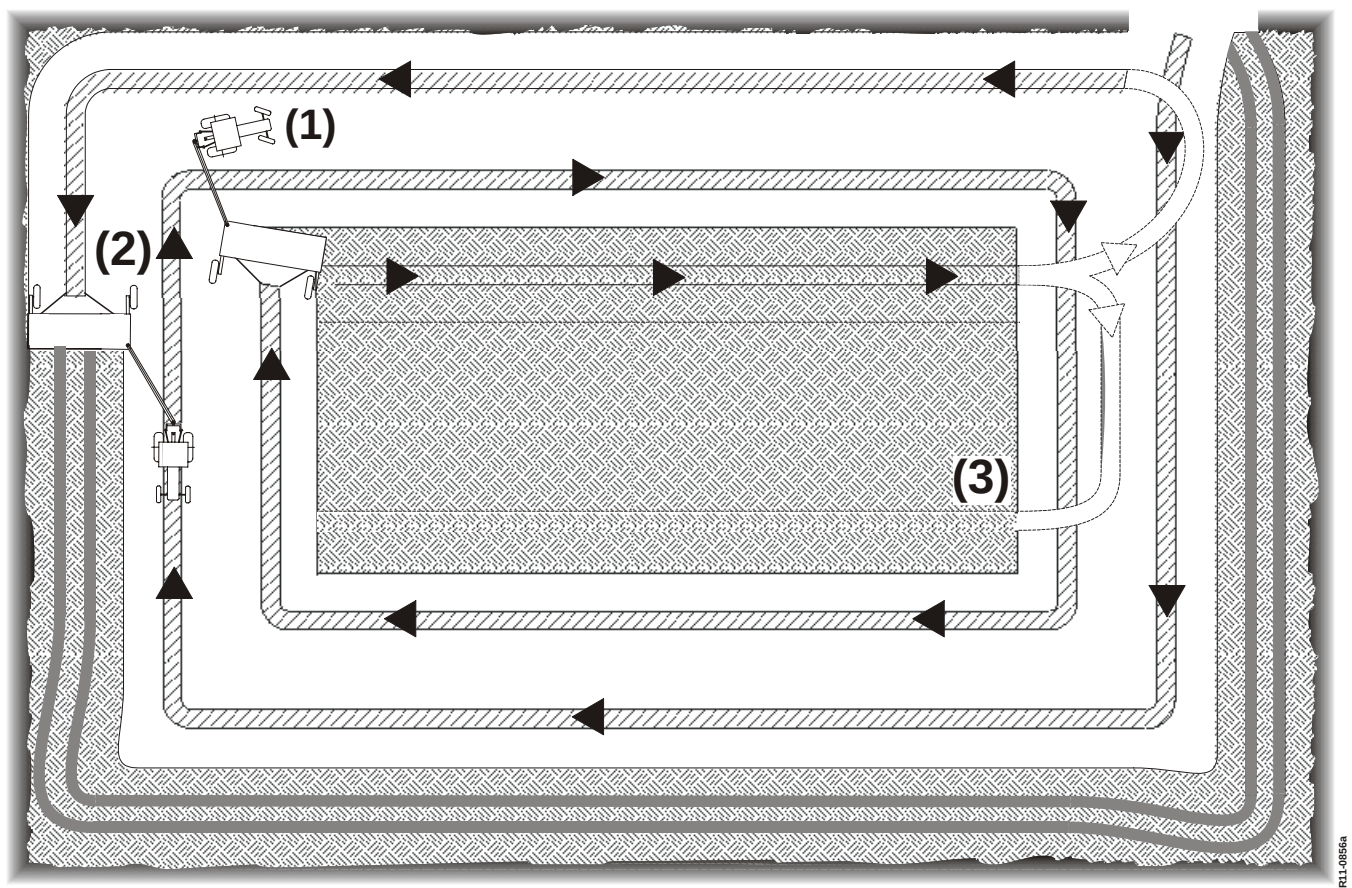

Fig. 3-5
- Fig. 3-5 Marken åbnes med maskinen svinget ud i arbejdsstilling. I denne stilling køres med uret rundt nogle omgange **(1)**, så der bliver plads til vending i enderne. Klargøring af forageren afsluttes med at skårlægge den yderste omgang, hvor der køres mod uret **(2)**. Herefter kan marken skårlægges i et stykke, eller opdeles i felter efter behov **(3)**. Fremkørselshastigheden kan variere fra 6 - 19 km/t, afhængig af afgrøden og kørselsforholdene.